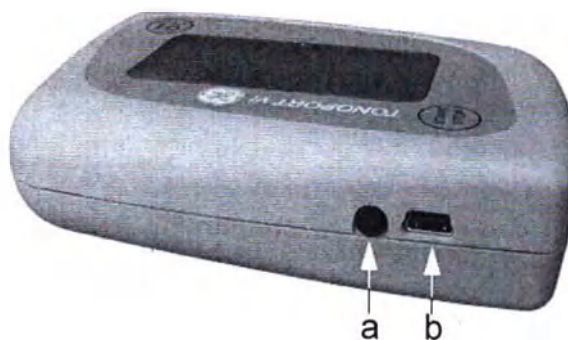

Рис. 5-1 Гнезда для кабеля подключения к ПК:
- с помощью кабеля 2001589-040, если используется USB-порт монитора TONOPORT VI (b, Рис. 5-1)
- с помощью кабеля 2001589-011, если используется последовательный порт монитора TONOPORT VI (a, Рис. 5-1)
Чтобы использовать USB-порт монитора TONOPORT VI (в, Рис. 5-1), необходимо сначала установить драйвер USB и проверить соединение, как описано ниже.